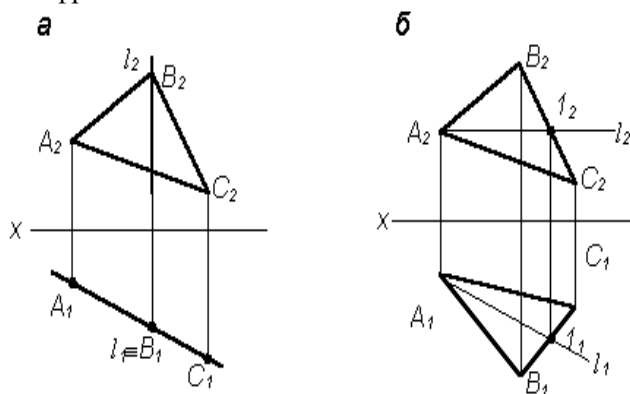

Рис. 10
3. Укажите, на каком из чертежей (рис. 10)